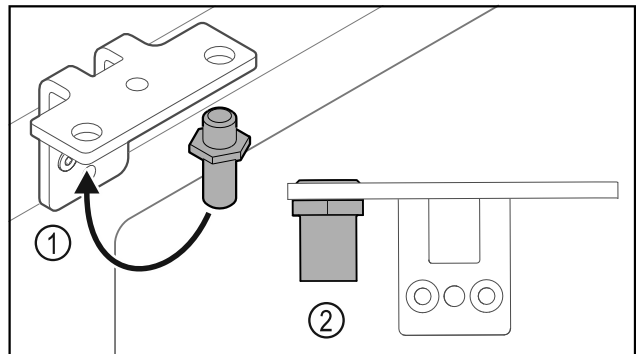

Fig. 36
- ▶ Перемістити палець Fig. 36 (1) у шарнірному кутику.
- ▶ Затягнути палець Fig. 36 (2) з **обертальним моментом 12 Нм**.